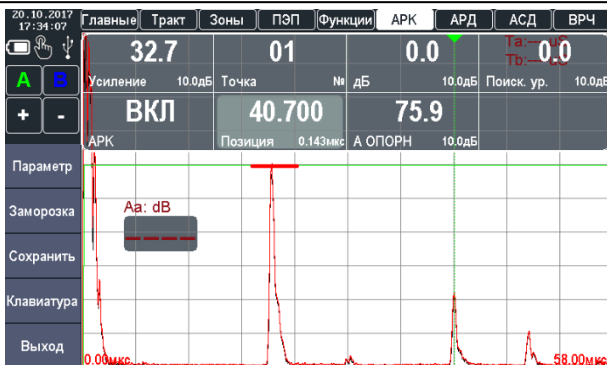

Рисунок 2.46 – Установка позиции второй опорной точки АРК
11. Выбрать значение точки 01 для второго отраженного сигнала и установить ее позицию («ПОЗИЦ.») на развертке по вершине импульса от второго отраженного сигнала (рис. 2.46).